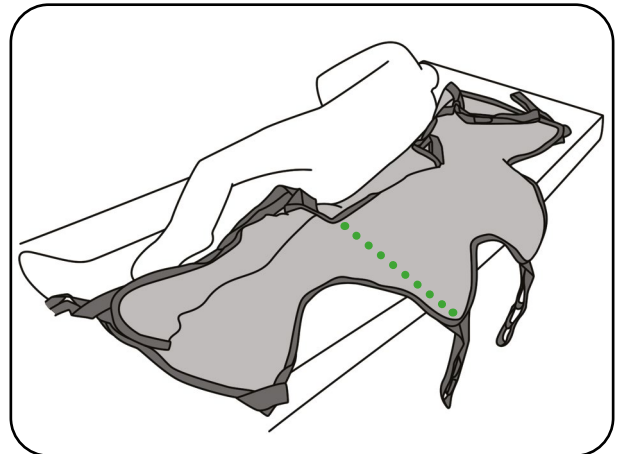

Abb. 8.2.04 - Liftergurt hinter dem Rücken des Patienten positioniert
5. Falten Sie den Liftergurt in der Hälfte zusammen und legen Sie ihn hinter den Rücken des Patienten. Dabei muss die zweite Schlaufe vom Fußende auf Höhe der Hüfte des Patienten liegen (Abb. 8.2.04).